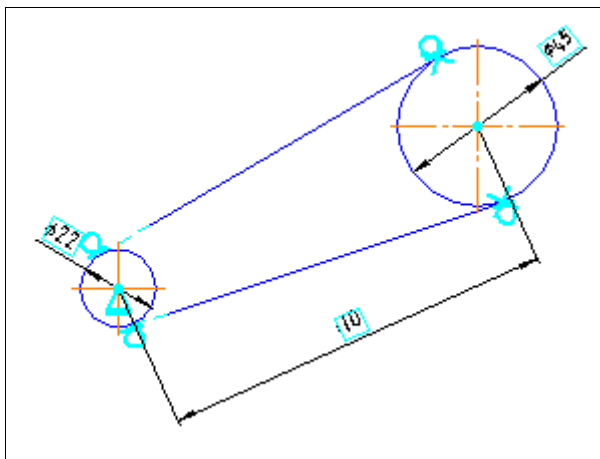

Рис. 26.7. Параметрическая модель ременной передачи
- ♦ нажмите кнопку **Отображать ограничения** для визуализации связей и ограничений (рис. 26.7);